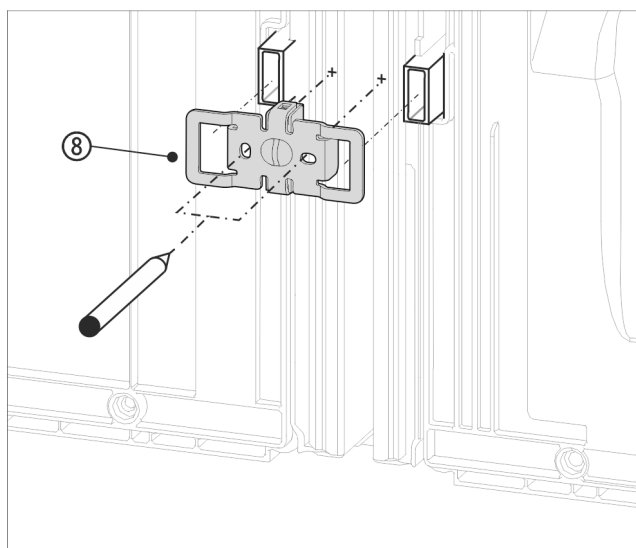

Fig. 16 Príklad zobrazenia
- Uholník Fig. 16 (8) s vybraniami posuňte nad uchytenie pre dištančné držiaky na stenu.